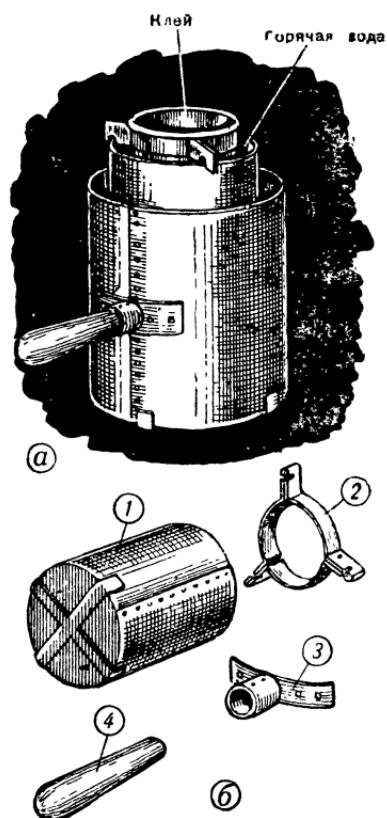

Рис. 90. Самодельная kleянка:
**Приготовление kleя.** Столярный kleй приготавляется так. Берут плитку kleя, размельчают ее на кусочки и насыпают в металлическую банку с холодной водой. Уровень воды в банке должен незначительно превышать слой сухого kleя. В таком виде его оставляют на сутки. За это время кусочки kleя набухнут и превратятся в густую массу. Затем эту банку помещают внутрь другой, большего размера, в которую наливают немного воды и ставят ее на огонь. Желательно для этой цели изготовить kleянку, показанную на рис. 90, а. Нагреваемый kleй нужно время от времени помешивать. Вода во внешнем сосуде должна кипеть до полного растворения кусков. Получившаяся в результате однородная масса жидкого kleя пригодна к употреблению.